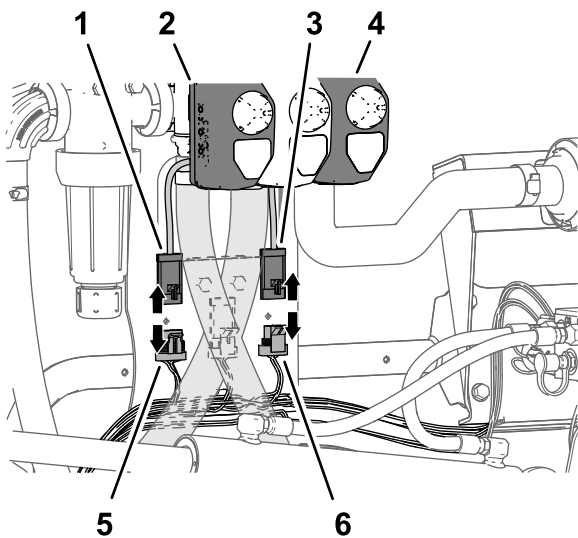

Bild 32
2. Schließen Sie den 4-Buchsen-Stecker des Maschinenkabelbaums, der mit RATE VALVE beschriftet ist, vom 4-Stift-Stecker des Dosierungsventil-Aktuators ab (Bild 32).
3. Schließen Sie den 3-Buchsen-Stecker des Maschinenkabelbaums, der mit MASTER SPRAY VALVE beschriftet ist, vom 3-Stift-Stecker des Hauptsprühventil-Aktuators ab (Bild 32).